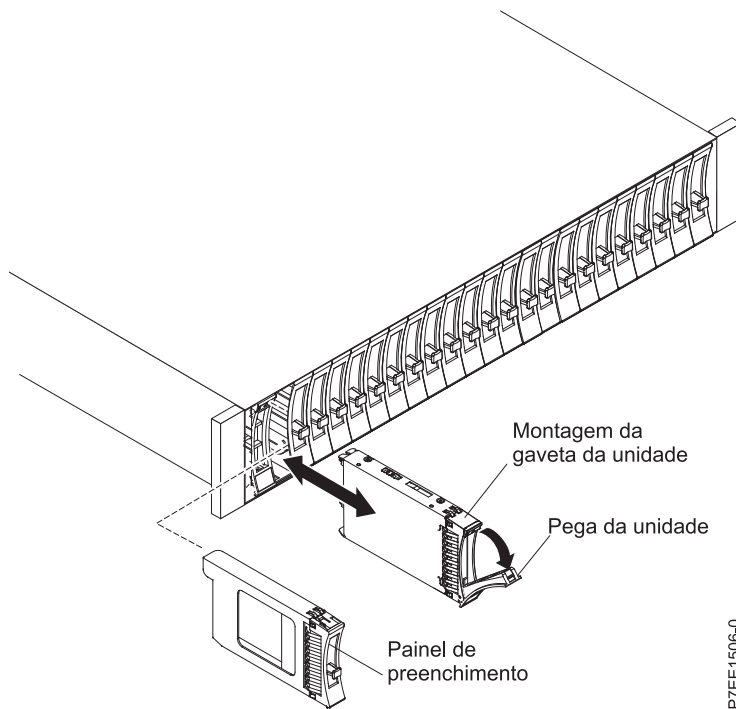

Figura 24. Remover uma unidade do 5887 suporte de unidades de disco
4. Segure a parte anterior da unidade e puxe-a para fora da ranhura, certificando-se de que suporta a parte inferior da unidade como mostrado na Figura 24 na página 26.